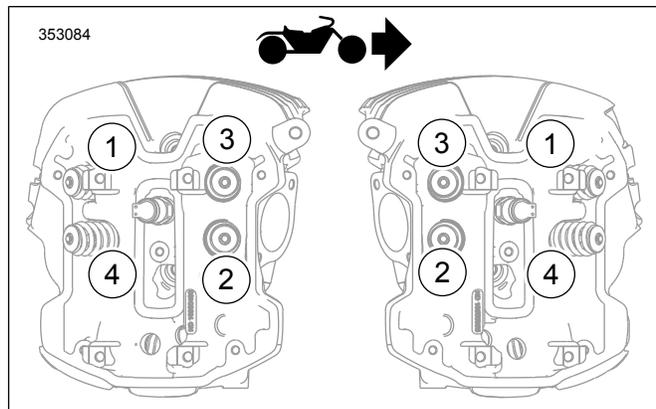

Figure 2. Séquence de serrage
- a. Appliquer de l'huile moteur **neuve** sous les écrous de culasse (1).
- b. Appliquer quelques gouttes sur la culasse au niveau du siège des écrous de culasse (1).
- c. Installer les écrous de culasse autobloquants (1).
5. Voir la figure 2. Serrer les nouveaux **écrous** de culasse en cinq étapes, en suivant la séquence indiquée.